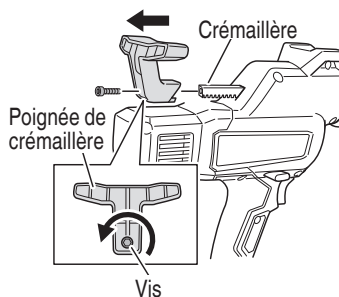

Fig. 11
- (2) Desserrez la vis à l'arrière de la poignée de crémaillère et retirez la poignée de la crémaillère. (Fig. 11)